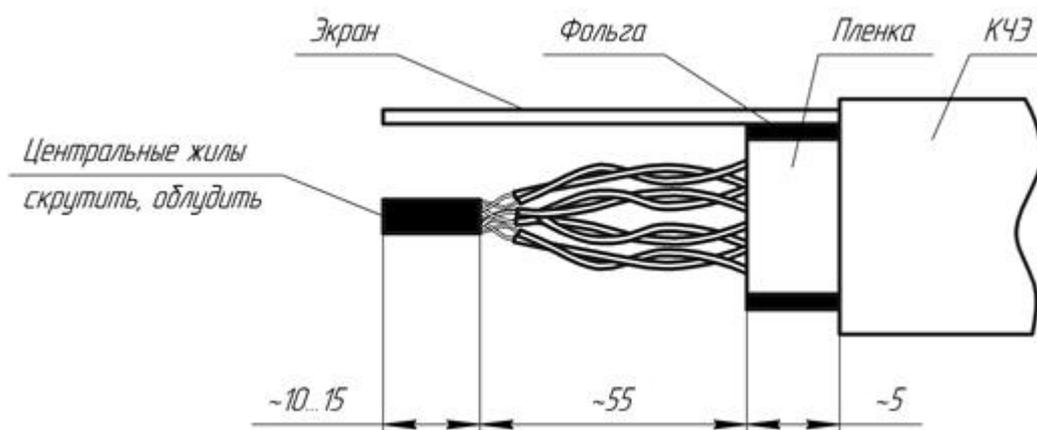

Рисунок 3.9 – Разделка кабеля КЧЭ
3.8.1 Разделку кабеля КЧЭ (рисунок 3.9) производить в следующей последовательности: